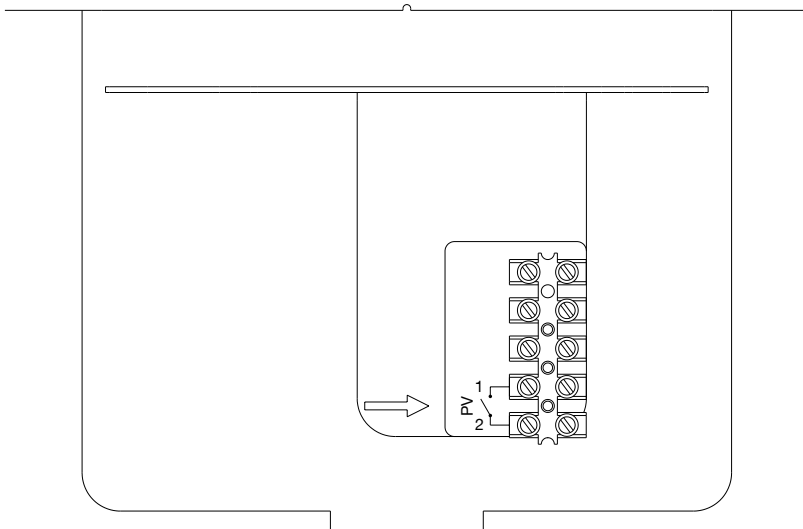

Figure 17 : Port de connexion PV (photovoltaïque)
- En cas de contact sans tension entre les fixations 1 et 2, PV est activé (Figure 17).